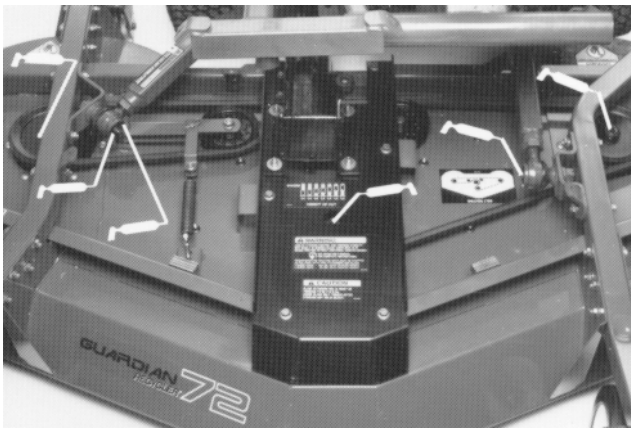

Bild 16
- Messerspindellager (Bild 16)
- Spannarmgelenke (Bild 16)
- Rechte und linke Schubarmkugelgelenke (Bild 16)